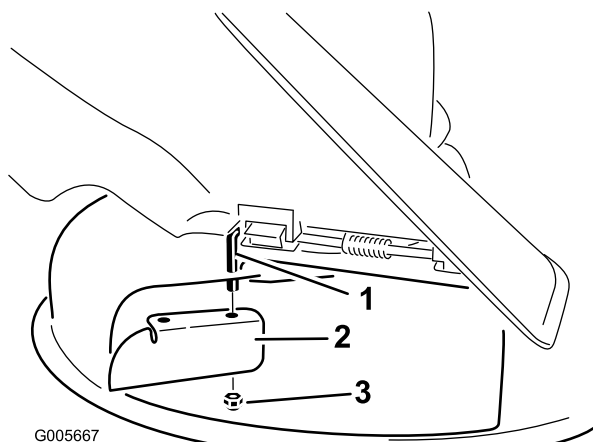

Figura 26
7. Instale o abafador de corte na haste de articulação exposta (Figura 26).
3. Retire o abafador de corte da plataforma do cortador (Figura 26).